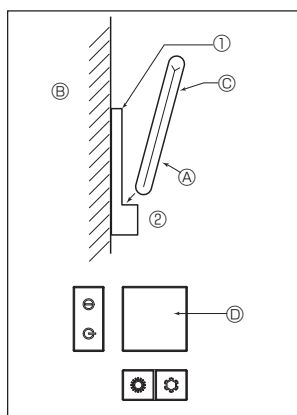
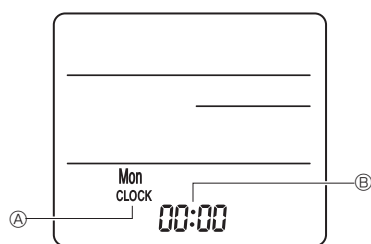

Fig. 7-7
Fig. 7-8
2) Méthode d'installation (Fig. 7-7)
- ① Attachez le support de la télécommande à l'endroit voulu à l'aide de 2 vis à taraud.
- ② Mettez la partie inférieure de la télécommande dans le support.
③ Télécommande ④ Mur ⑤ Afficheur ⑥ Récepteur
3) Réglage de l'horloge (Fig. 7-8)